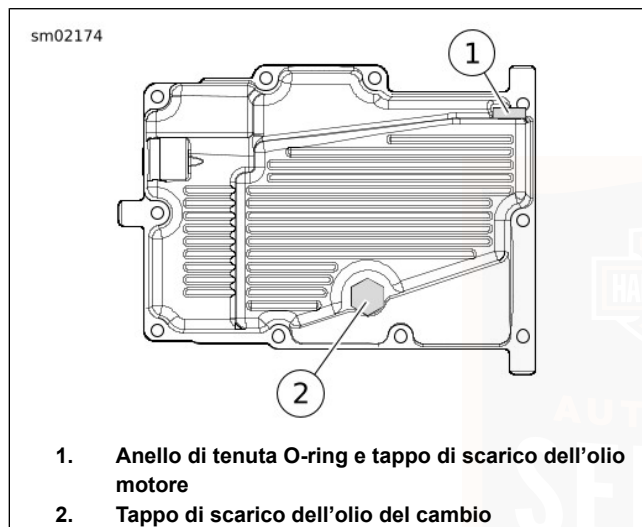

Figura 28. Coppa dell'olio
2. Vedere Figura 28. Rimuovere il tappo di scarico dell'olio del cambio. Scaricare l'olio in un apposito recipiente.